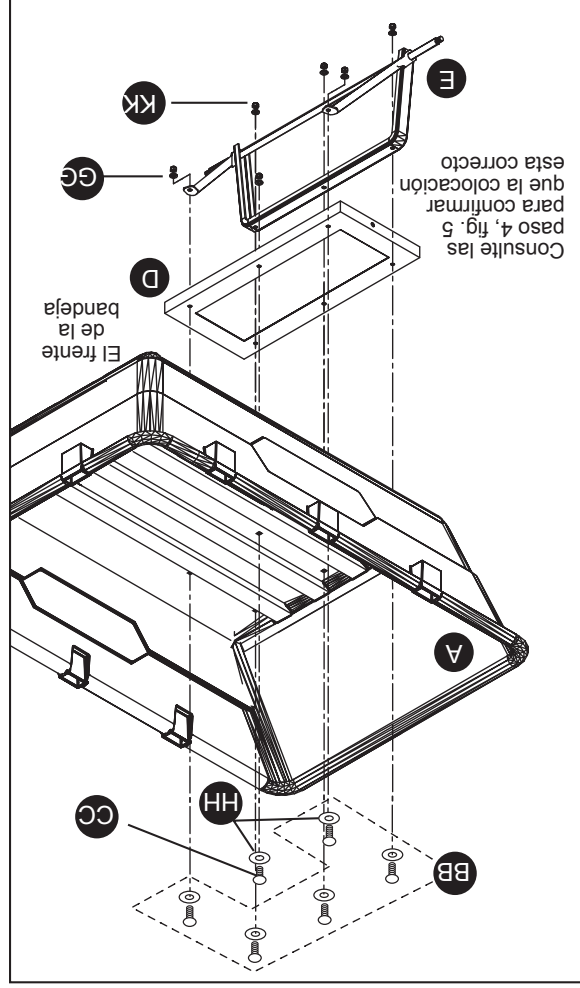

Fig. 7
5. Attach the rear axle assembly (E) with the rear struts (C) and the rear frame (D) to the tray (A) using five M8 x 38 carriage bolts (BB), one M8 x 35mm carriage bolts (CC), six M8 lock nuts (KK), six M11 washers (HH), and six M8 washers (GG), as shown in Fig. 7.
Use the one M8 x 35mm carriage bolts (CC) in the front center location of the rear frame (D), as shown in Fig. 7.
5. Fije el ensamble del eje posterior (E) con los puntales posteriores (C) y la estructura posterior (D) a la bandeja (A) con pernos cabeza de hongo M8 x 35 mm (CC), un perno cabeza de hongo M8 x 38 mm (BB), seis arandelas M8 (HH), y seis arandelas M11 (KK), seis arandelas M8 (GG), como se muestra en la Fig. 7.
Use el perno cabeza de hongo M8 x 35 mm (CC) en la parte delantera de la estructura posterior (D), como se muestra en la Fig. 7.